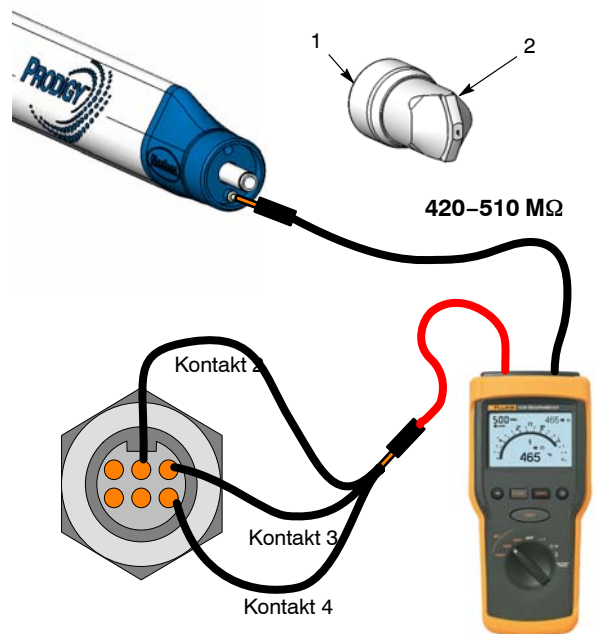

Abb. 14 Spannungsvervielfacher/Widerstand prüfen
1. Siehe Abbildung 14. Haltemutter (1) und Düse (2) abnehmen.